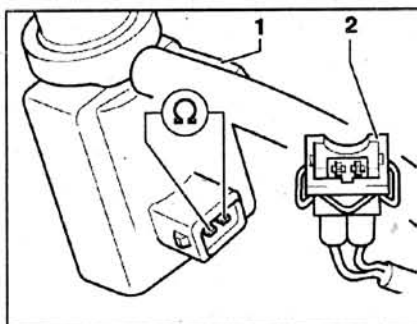

Рис. 2.147. Проверка сопротивления электромагнитного клапана EGR.
17. Отсоедините разъем 2 от клапана EGR 1 (рис. 2.147). Измерьте сопротивление клапана. Заданное значение: 14-18 Ом.